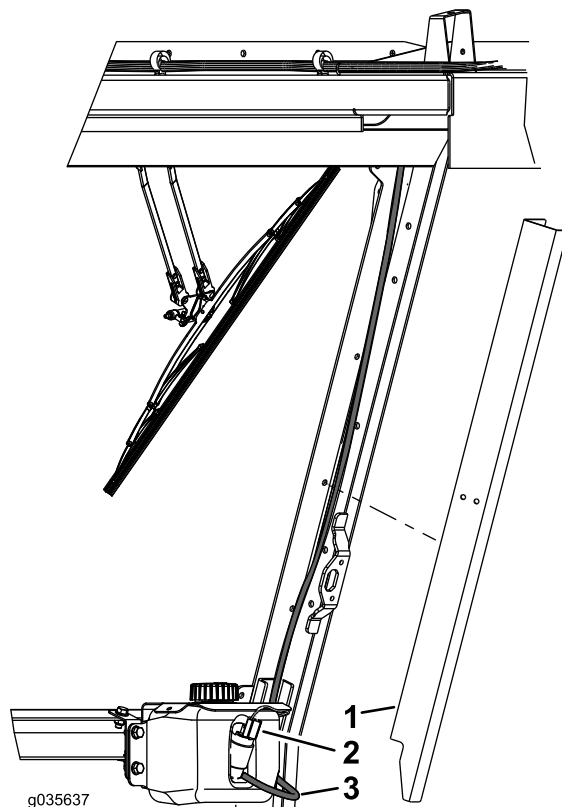

Figura 8
3. Rimuovete il coperchio dal montante (Figura 8).
4. Montate il flessibile sulla pompa nel serbatoio e disponetelo sul motore del tergicristallo (Figura 8).
5. Collegate il connettore del cablaggio alla pompa del serbatoio (Figura 8).
9. Montate il coperchio sul montante (Figura 8).